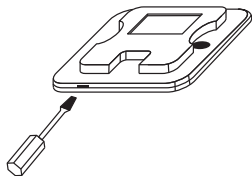

Рис. 10.
2. С помощью отвертки с плоской головкой, подденьте нижний паз проводного контроллера, откройте верхнюю крышку (рис. 10).